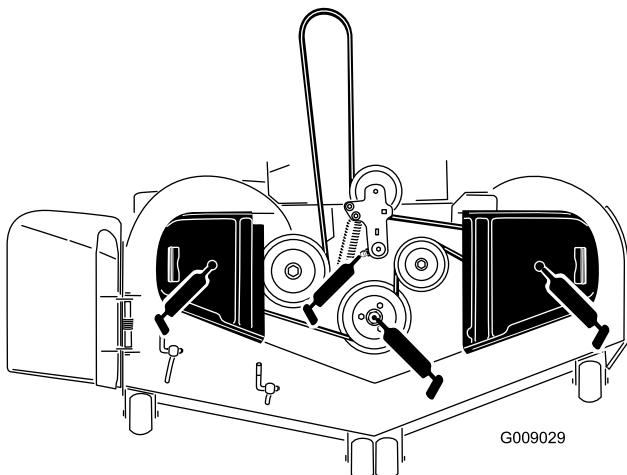

Figure 44
- Graissez le pivot de la poulie de tension du plateau de coupe jusqu'à ce que la graisse ressorte par le bas (Figure 44).
- Graissez les graisseurs sur le haut des 3 roulements d'axes jusqu'à ce que la graisse ressorte (Figure 44).
- Graissez le bras de la poulie de tension de la courroie d' entraînement (Figure 44).